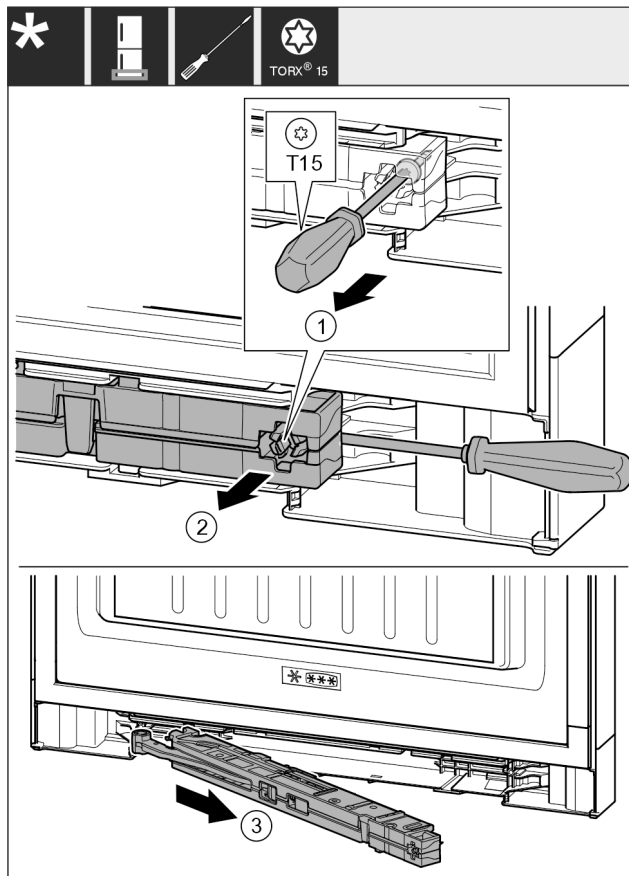

Fig. 16
- Allentare la vite Fig. 16 (1) sull'unità ammortizzatore di chiusura di 14 mm.
- Estrarre l'unità ammortizzatore di chiusura Fig. 16 (2) dal lato della maniglia facendo leva in avanti con un cacciavite.
- Estrarre l'unità ammortizzatore di chiusura Fig. 16 (3).